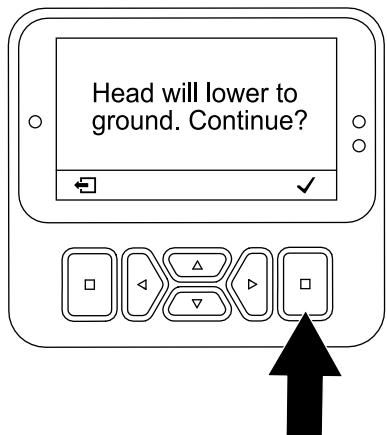

Figura 107
- En la pantalla Head Will Lower (El cabezal se bajará) (Figura 107), pulse el botón de selección.